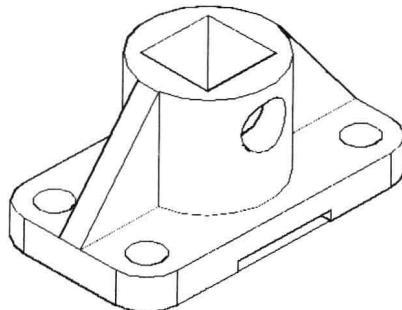

图 9-6-12
(20) 在“实体编辑”面板中单击“差集”按钮 \ominus ，单击圆角矩形底板、三维多段线拉伸的肋板、圆柱体凸台和矩形拉伸实体，按Enter键；单击长方体和两个圆柱体，按Enter键，差集运算后得到的组合实体，如图9-6-12所示。